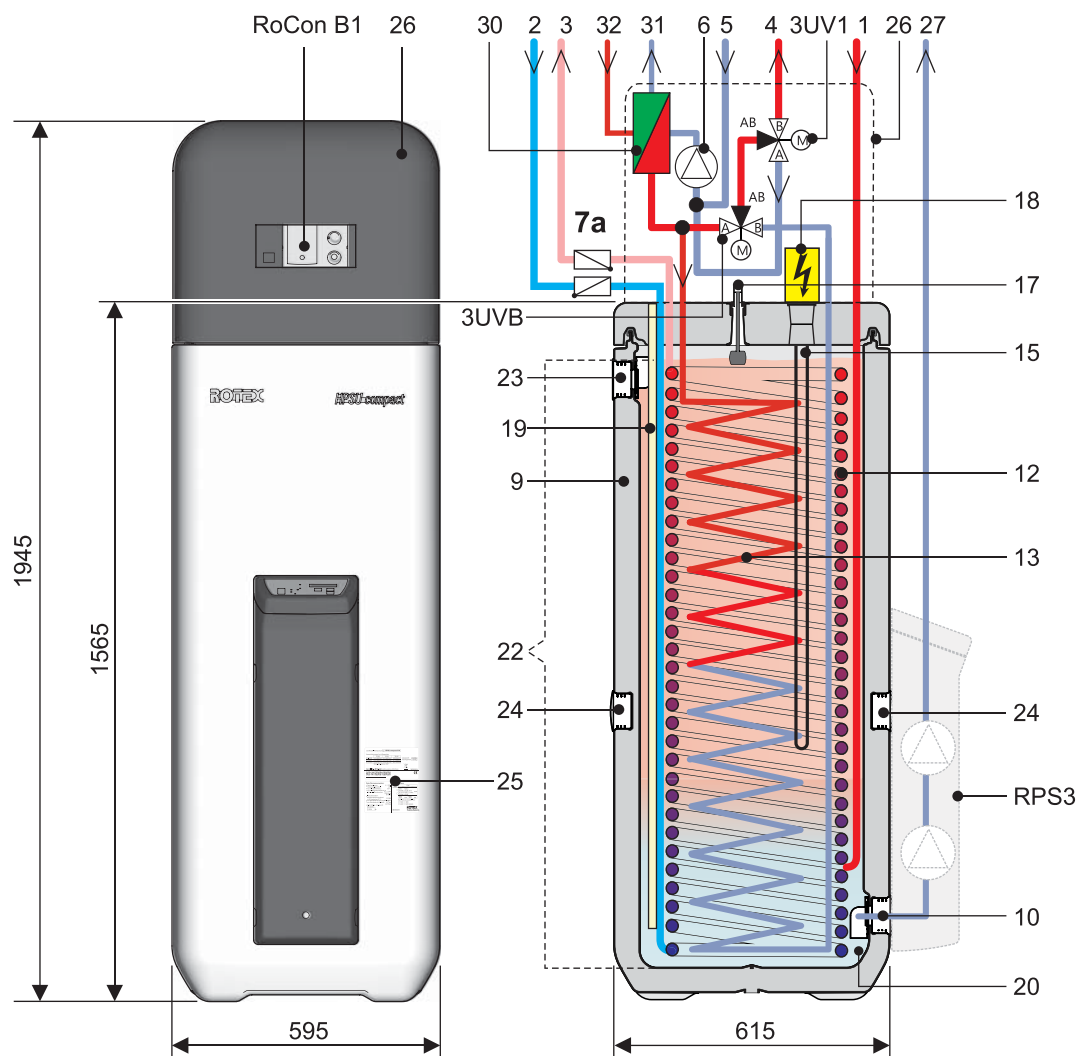
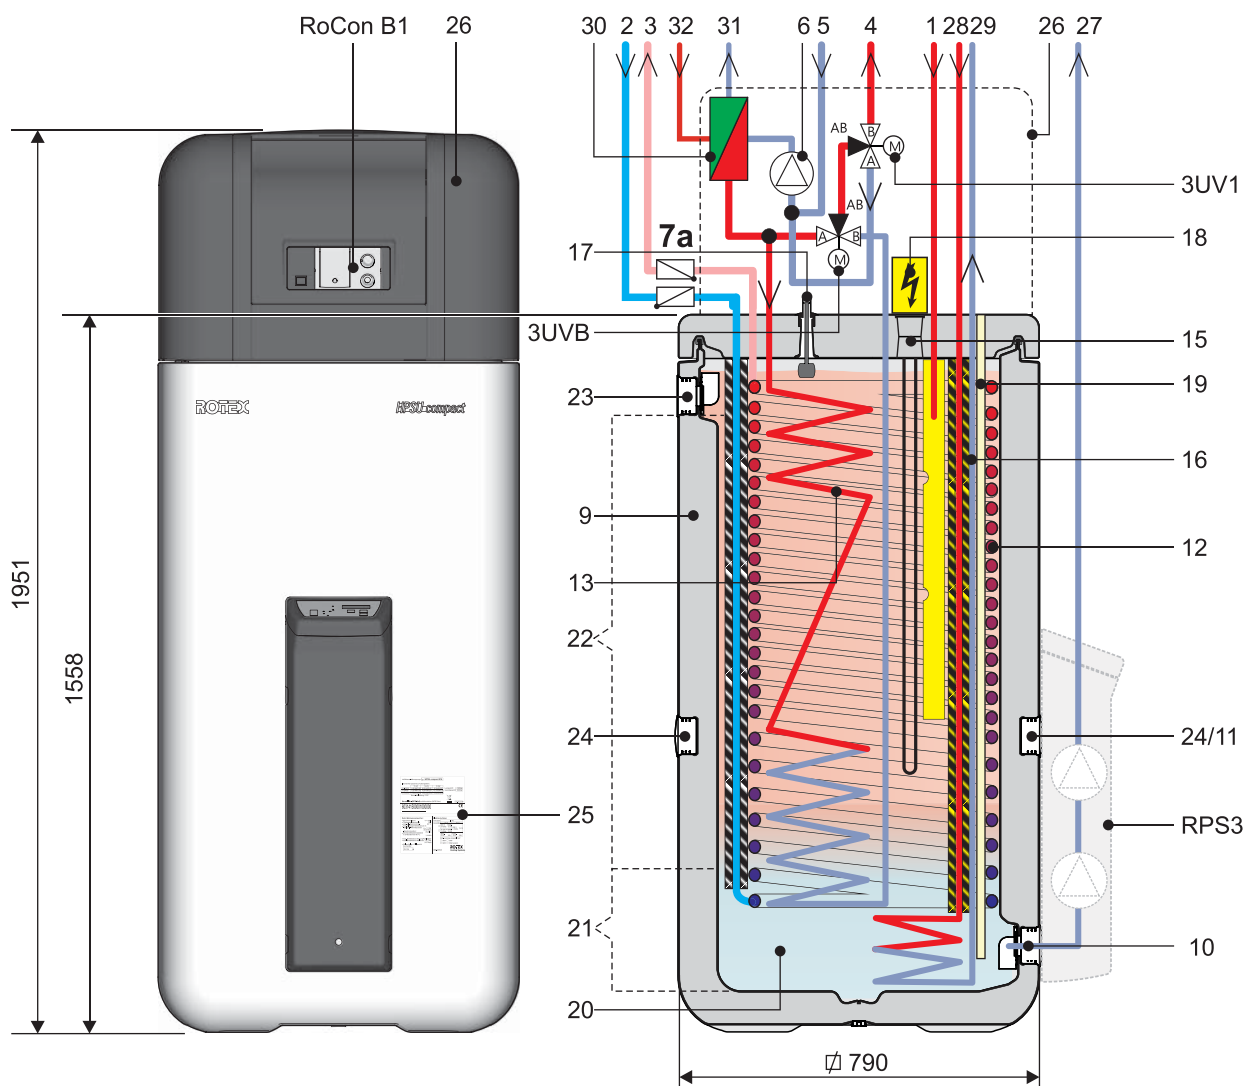

Figura 3-2 Struttura e componenti dell'HPSU compact 304/308 DB (Vista esterna e struttura interna)
Figura 3-5 Struttura e componenti dell'HPSU compact 508 / 516 BIV (Vista esterna e struttura interna) Per le legende vedere tab. 3-1
Tab. 3-1 Legenda per figura 3-2 fino a figura 3-5
- Collegare il flessibile di scarico al raccordo del troppopieno di sicurezza (figura 3-2 fino a figura 3-5, pos. 23).